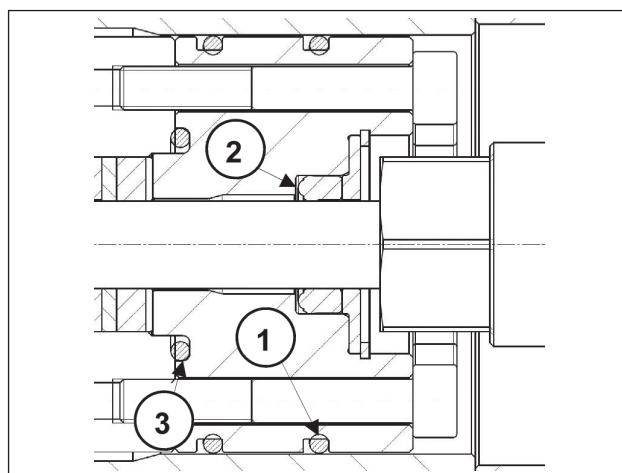

Fig. 64
- Montar el grupo de soporte de las juntas como se indica en la Fig. 64 y la Fig. 65, sustituyendo los componentes ①②③.